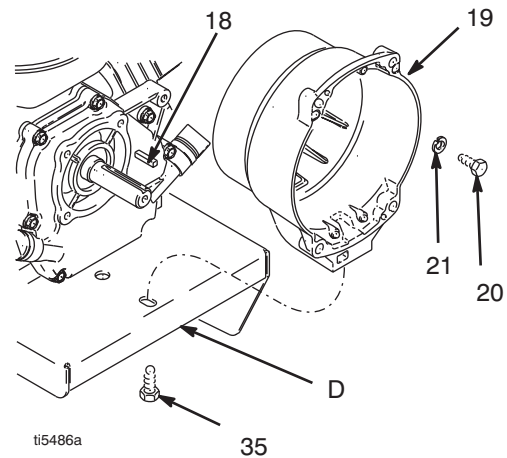

FIG. 11
1. FIG. 11. Saque los cuatro tornillos de cabeza (20) y las arandelas de seguridad (21) que sujetan el cárter del embrague (19) al motor.
2. Saque el tornillo (35) de debajo de la placa de montaje (D).
3. Extraiga el cárter del embrague (19).
1. FIG. 11. Empuje el cárter del embrague (19).
2. Instale los cuatro tornillos de cabeza (20) y las arandelas de seguridad (21) y sujete el cárter del embrague (19) al motor. Apriete a un par de 200 in-lb (22.6 N·m).
3. Instale el tornillo de cabeza (35) por debajo de la placa de montaje (D). Apriete a un par de 26 ft-lb (35,2 N·m).